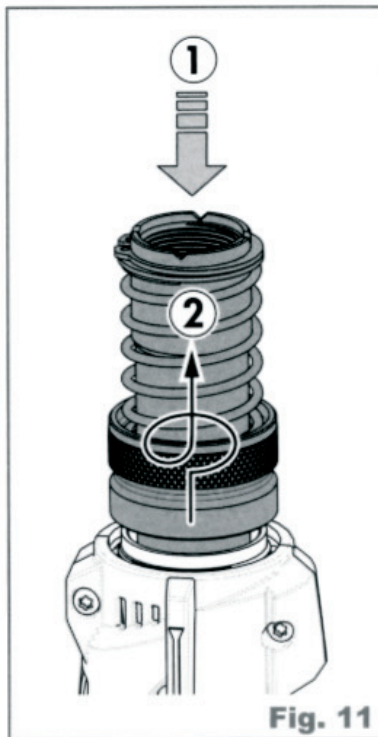

Fig. 11
- Skrug løb-enheden af (skub løbet bagud og drej (jvf. **fig. 11**))